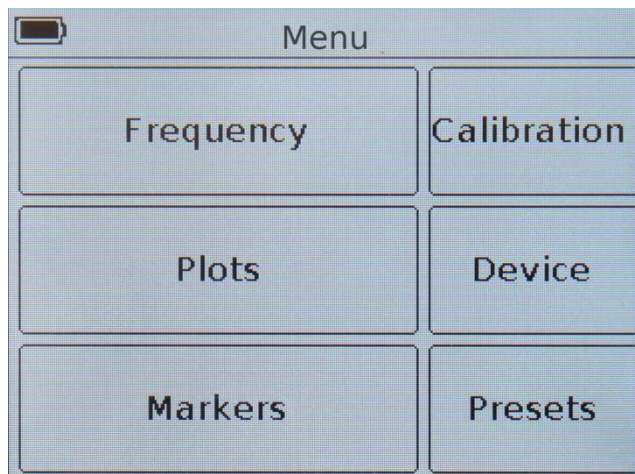

Рисунок 9.1 – Главное меню
9.2.1. Для установки частотного задания войдите в главное меню прибора (Рисунок 9.1), нажав кнопку (12) «**MENU**». Войдите в раздел **Frequency**. На экране появится меню, как на рисунке 9.2.
9.3.1. Для выбора отображаемых на экране прибора графиков, и настройки отображаемых на этих графиках параметров, войдите в главное меню прибора (Рисунок 9.1), нажав кнопку (12) «MENU». Войдите в раздел **Plots**. На экране появится меню, как на рисунке 9.7.
9.4.1. Войдите в главное меню прибора (Рисунок 9.1), нажав кнопку (12) «MENU». Войдите в раздел **Markers**. На экране появится меню, как на рисунке 9.8.